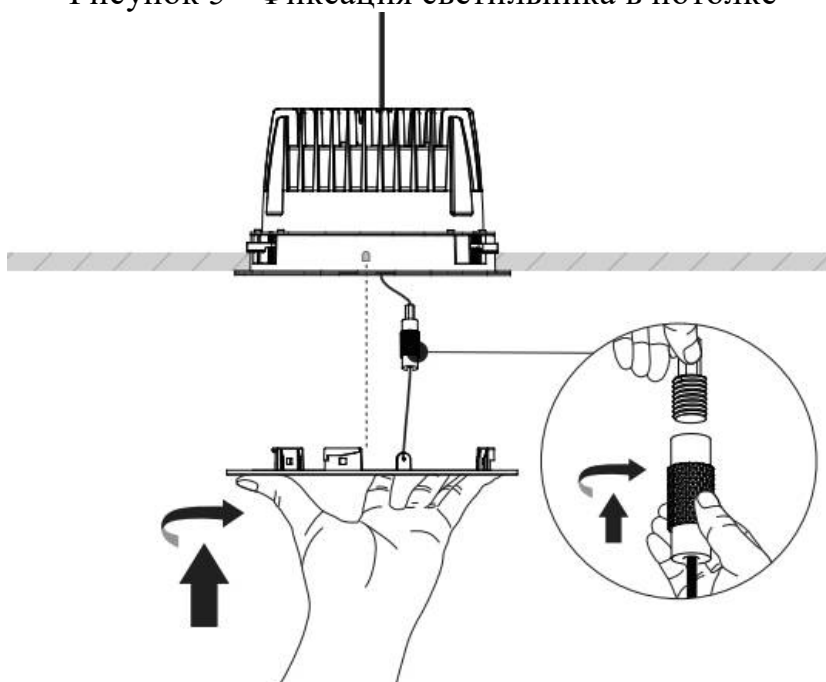

Рисунок 6 - Установка обечайки
5.3.7 Закрутить страховочный трос и установить обечайку на светильник (рис. 6)